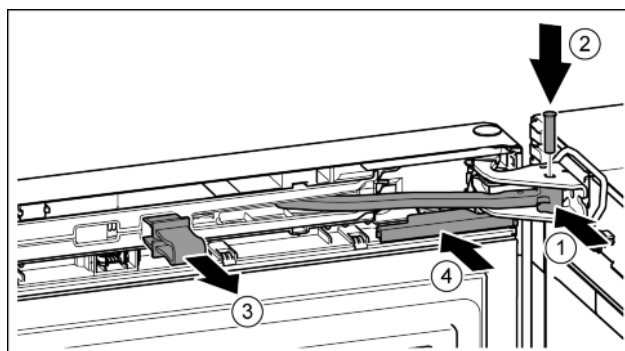

Fig. 25
- Tourner l'articulation dans le support de palier. Fig. 25 (1)
- Introduire le boulon dans le support de palier et l'articulation. Veiller à ce que l'ergot d'encliquetage repose correctement dans la rainure. Fig. 25 (2)
- Enlever l'arrêtoir. Fig. 25 (3)
- Enfiler le cache. Fig. 25 (4)